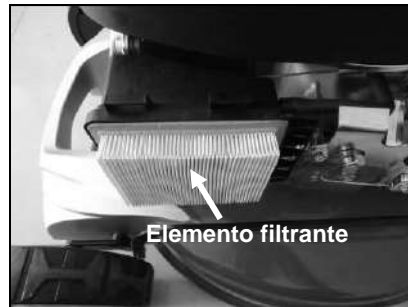

Fig.14B
2. Saque la tapa del filtro (Fig.14B). Lave el filtro utilizando agua con jabón. **NO USAR GASOLINA!**